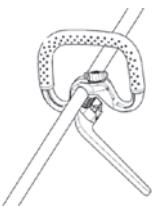

Рис. 12
- Надеть рукоятку в форме петли на вал, сдвинуть верхнюю и нижнюю части вместе, затянуть ручку, вращая ручку петли по часовой стрелке (рис. 12 и 13).